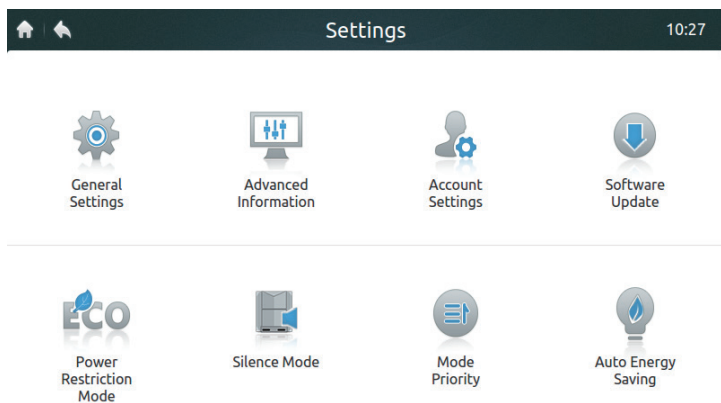
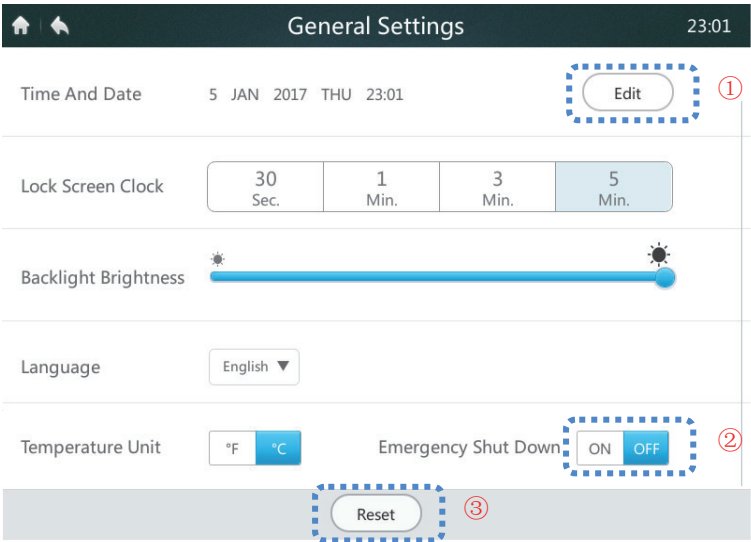
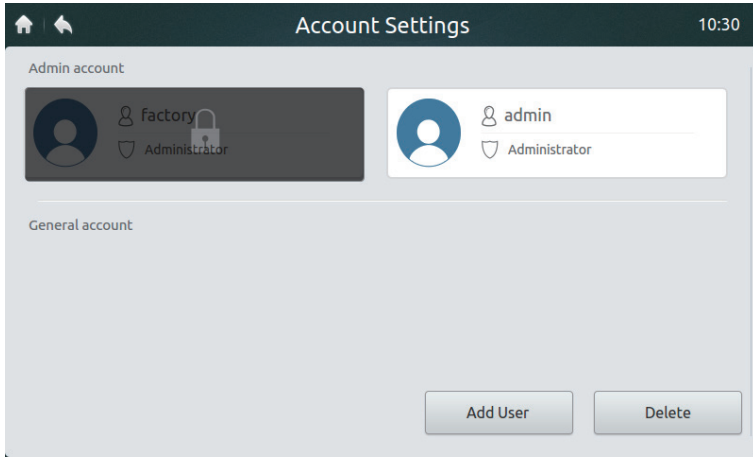

Figura 41 Página inicial da página de configurações
Figura 42 Página inicial das Configurações gerais
Figura 47 Página inicial da página de configurações de conta
1. Toque em “General Settings” (Configurações gerais) na Figura 41 para acessar a interface, como mostrado na Figura 42.
2. Toque no botão “Edit” (Editar) marcado com “1” na Figura 42 para acessar a interface mostrada abaixo.
Em caso de uma emergência, toque no botão marcado com "2" na Figura 42 para ativar o desligamento de emergência. O controle centralizado enviará um comando de desligamento para todas as IDUs e bloqueará o controle remoto. As IDUs podem ser restauradas apenas após a desativação da chave de emergência.
Apenas o técnico ou o administrador da instalação pode ativar a função de redefinição. Toque no botão "Reset" (Redefinir) marcado com "3" na Figura 42 para excluir informações do usuário (incluindo programações, grupos, contas e relatórios comuns do usuário) e restaurar as configurações padrão (incluindo a data, hora de bloqueio da tela, luz de fundo, idioma, temperatura e horário de verão). A notificação será exibido ao tocar no botão "Reset". Para confirmar a operação, toque no botão "Yes" (Sim) para continuar e redefinir o controle centralizado. Toque no botão "No" (Não) para cancelar a redefinição.
2. Toque em “Advanced Information” (Informações avançadas) como mostrado na Figura 41 para acessar a interface abaixo. É possível optar por visualizar os parâmetros da IDU ou da ODU. Para detalhes, consulte as Tabelas 12 e 13.
2. Toque em “Account Settings” (Configurações de conta) na Figura 41 para acessar a interface, como mostrado na Figura 47.
3. Toque no botão “Add User” (Adicionar usuário) no canto inferior direito da Figura 47 para exibir a interface abaixo. Insira o nome do usuário e a senha (insira a senha duas vezes) e, em seguida, toque no botão “Add” (Adicionar) para salvar a configuração. Toque no botão “Cancel” (Cancelar) para cancelar a configuração.
4. Toque no botão “Delete” (Excluir) no canto inferior direito, como mostrado na Figura 47, para exibir o ícone no canto superior direito da conta do usuário comum, como mostrado abaixo. Toque no ícone no canto superior direito do usuário a ser excluído.